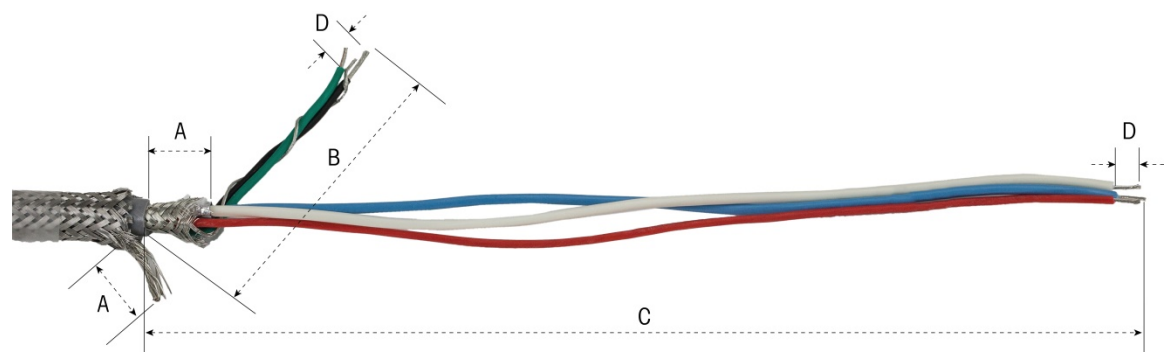

Abbildung 2-59: POWERCELL-Kabelvorbereitung – Frontplattengehäuse
1. Schneiden Sie die richtige Länge des äußeren Schirmgeflechts, der Kabelummantelung, des inneren Schirmgeflechts und der Isolierung wie in Abbildung 2-59 und Tabelle 2-7 angegeben zurück.